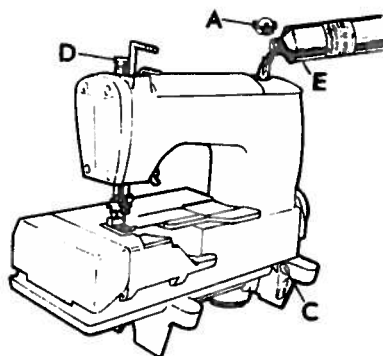

fig. 2
c) Riempimento bacinella con olio di lubrificazione (fig. 2)